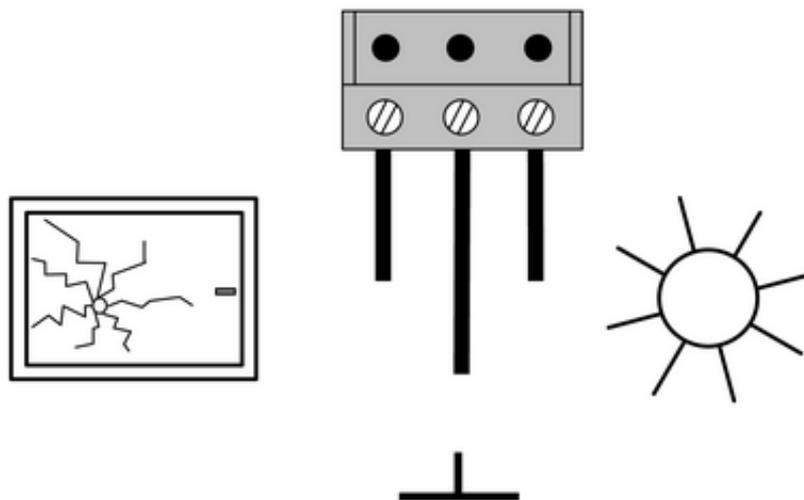

Figura 6: Collegamento al blocco morsetti
- Collegare i sensori secondo lo schema di collegamento (figura 6). A sinistra e al centro viene collegato il sensore vetro rotto e a destra e al centro il sensore sole. Nei sensori è contrassegnata la "massa". Nell'adattatore e nella prolunga è contrassegnato il "sole". La "massa" è il cavo centrale.